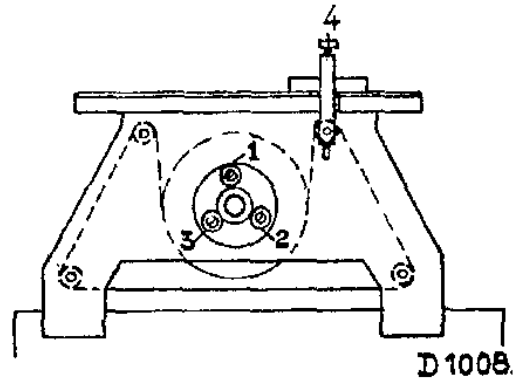

Fig. 5
2. Stelschroefjes van de bevestiging van de schijf op de condensatoras (fig. 5) losdraaien.
4. Afstemmen op 350 m., de afleesnaald met schroef 4 (fig. 5) nauwkeurig op 350 m. instellen.